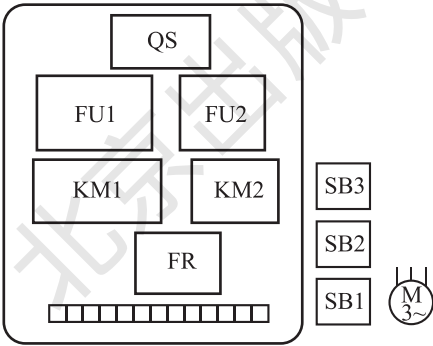

图 1-28 电动机正、反转控制电路的电器元件布置图
- 1. 按如图 1-28 所示配齐所用电器元件，并进行质量检验。
- 2. 在控制板上按照如图 1-28 所示的电器位置图安装电器元件。